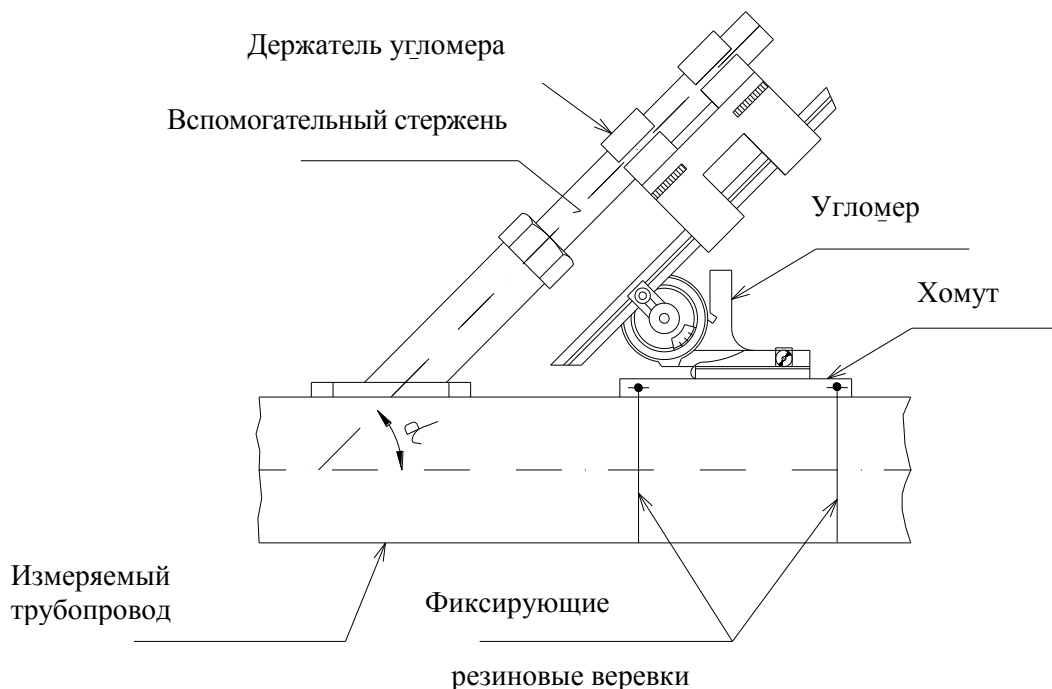

Рисунок 21
- Поместите скобу на трубопровод таким образом, чтобы продольная ось была параллельна линии боковой поверхности на трубопроводе. Используйте резиновые веревки для того, чтобы крепко удерживать скобу на поверхности трубопровода (смотрите рисунок 21).